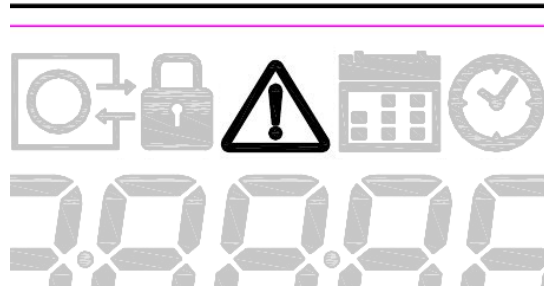

Рисунок 8
2.3.6 Появление значка (рисунок 8).